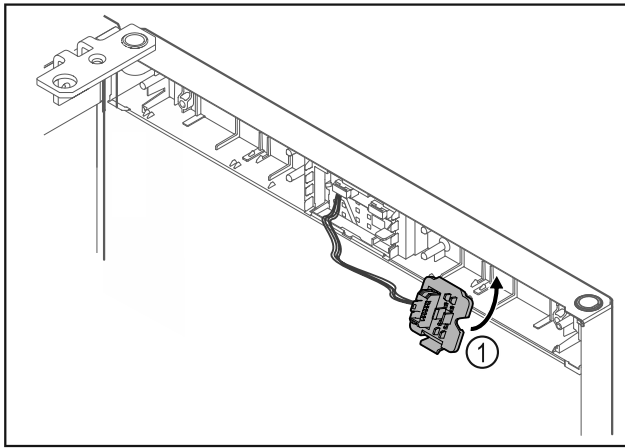

Fig. 17
- ▶ Užfiksuokite kištuko laikiklį Fig. 17 (1) priešingoje pusėje.